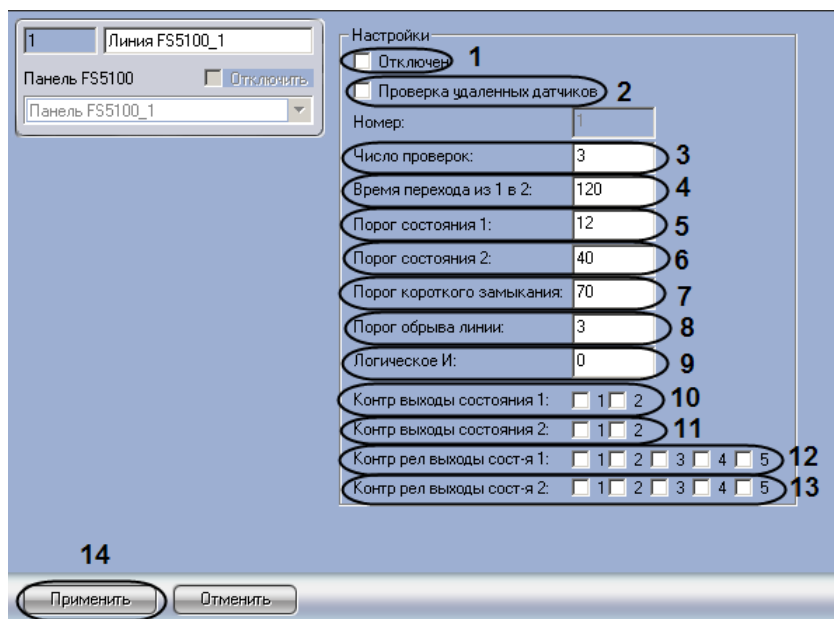

Рис. 3.4—4 Панель настроек объекта Линия FS5100
2. Для прекращения опроса линии необходимо установить флажок **Отключен** (см. Рис. 3.4—4, 1).
3. Для осуществления проверки удаленных датчиков необходимо установить флажок **Проверка удаленных датчиков** (см. Рис. 3.4—4, 2).